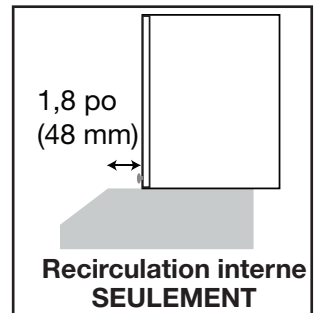

Figure 1
Lors de l'installation avec fonction de recirculation interne, l'unité doit être placée à 1,8 po (48 mm) de l'armoire, pour exposer la sortie de ventilation (voir figure 1). Référez-vous aux mesures fournies à la page 7 et 9.
- En cas de ventilation interne, utilisez les mesures d'utilisation fournies à la page 7 et le dégagement sur la Figure 1.